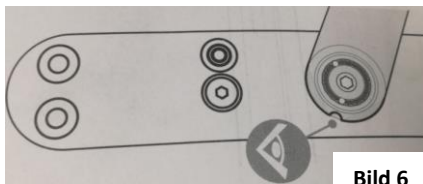

Bild 6
- Den Hebel (B) mittels der Hebelbefestigungsschraube (G) am Dämpferkörper (A) montieren. Achten sie darauf dass die Kerbung am Hebel, genau auf die Kerbung der Befestigungsnocke gesetzt wird (sh. Bild 6)